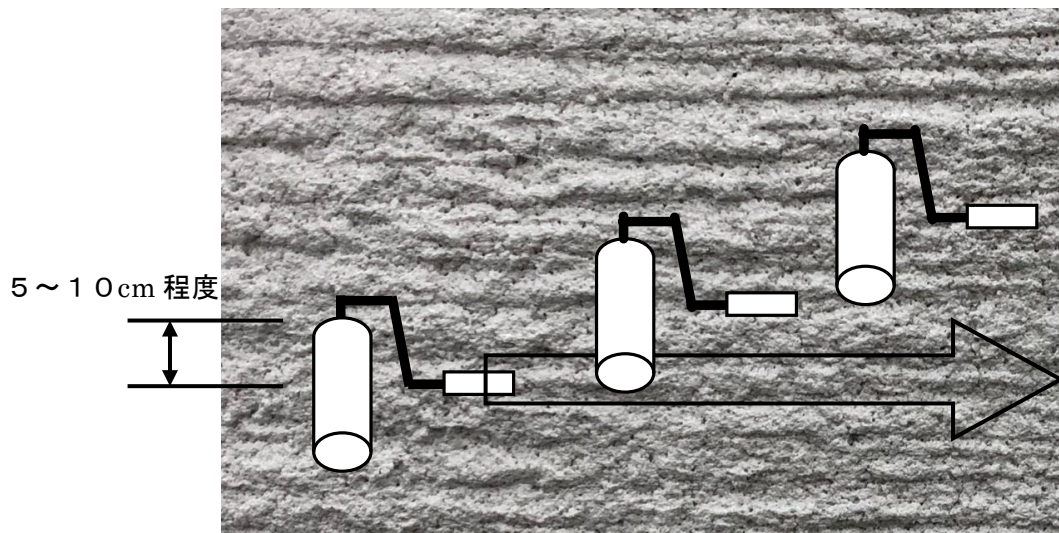

図3
- ・配り塗りしたジョリパットが乾燥しないうちに、JR-197を横方向に転がしパターン付けを行う(図3)。
- ・ 隣のパターンと5～10cm程度、交差するようにローラーを転がす。(図3)